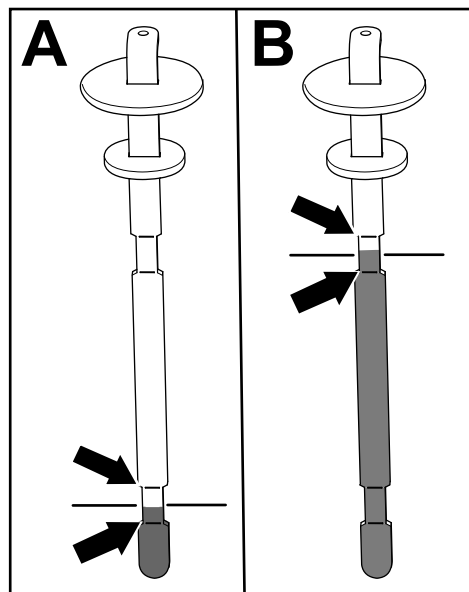

Рисунок 82
5. Извлеките щуп и проверьте уровень рабочей жидкости (Рисунок 82).
- Если у вас на машине установлен режущий блок: уровень гидравлической жидкости должен находиться на соответствующем уровне между 2 нижними отметками на щупе (А на Рисунок 82). Также допустимо, если уровень жидкости находится выше нижних отметок.
**приводом:** уровень гидравлической жидкости должен находиться на соответствующем уровне между 2 верхними отметками на щупе (В на Рисунок 82).